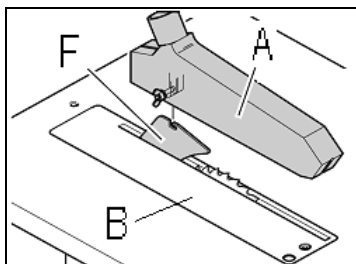

Рис. 16
Установите защитный кожух (А, Рис. 16) на расклинивающий нож (F) с помощью 1 болта, шайбы и гайки-барашка.